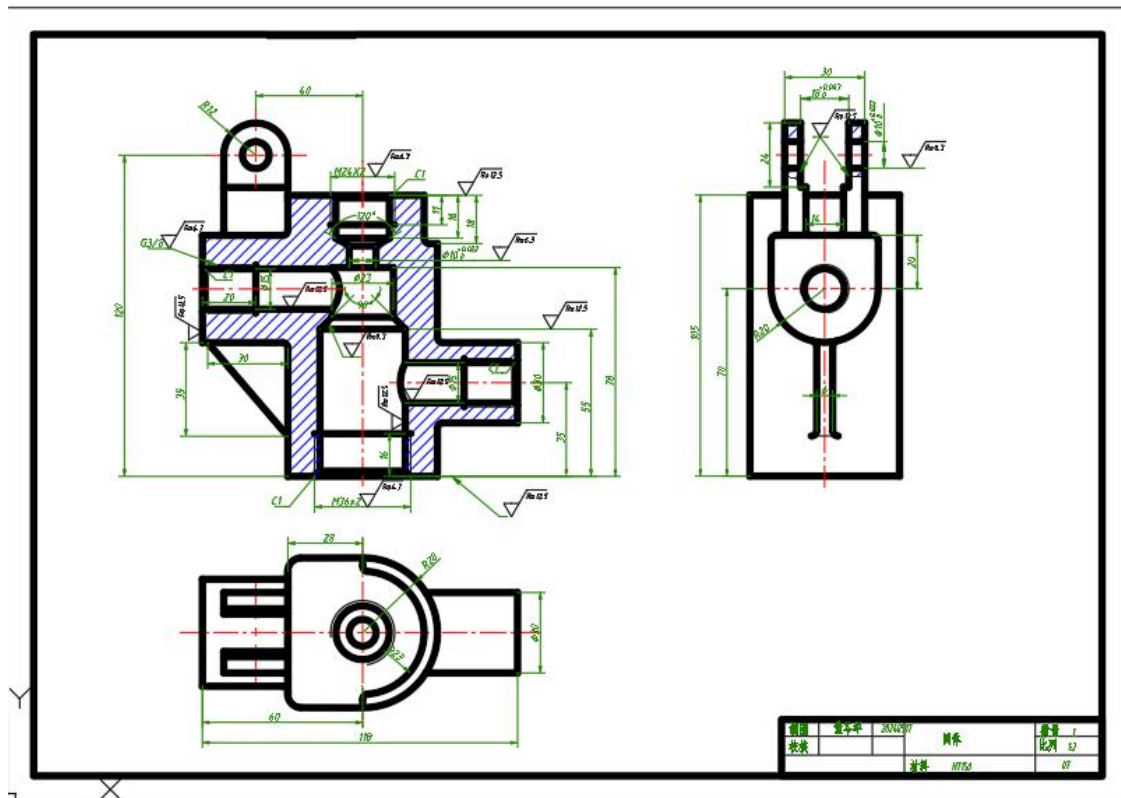

图 4.2 阀体零件图
- 4、按图 4.2 给定的尺寸绘制阀体零件图（绘图比例 1:1，A1 图幅），阀体的尺寸详见习题集 P54